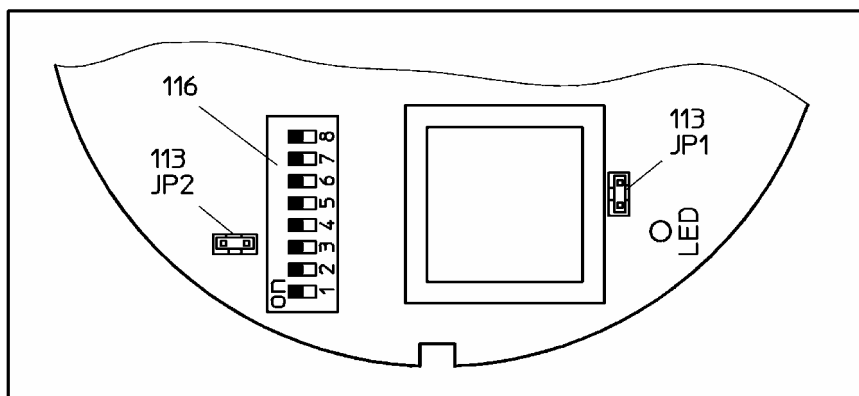

Bild 9: Kodierschalter (116) und Steckbrücken (113) der Hauptplatine (110).
5.6 Wahl des Eingangssignals über Kodierschalter und Steckbrücke (Bild 9)
5.7 Wahl der Stellzeit über Kodierschalter (Bild 9)
5.7.1 Wahl der Hysterese über Kodierschalter (Bild 9)
5.8 Einstellen von zusätzlichen Optionen über Kodierschalter (Bild 9)